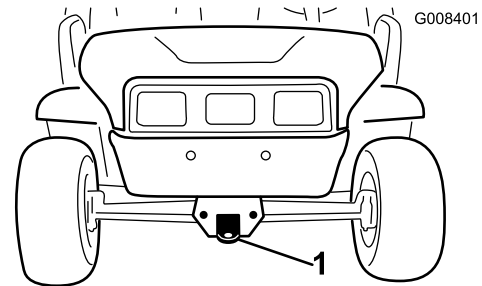
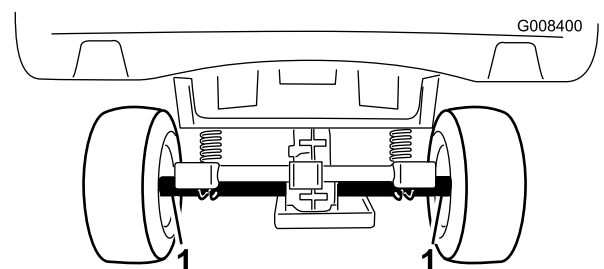

Bild 23
Bild 24
Benutzen Sie einen Anhänger, um die Maschine über längere Strecken zu transportieren. Stellen Sie sicher, dass die Maschine auf dem Anhänger befestigt ist. Beachten Sie für die Position der Vergurtungsstellen die Bilder Bild 23 und Bild 24.
2. Befestigen Sie ein Schleppkabel an der Lasche vorne am Rahmen (Bild 23).